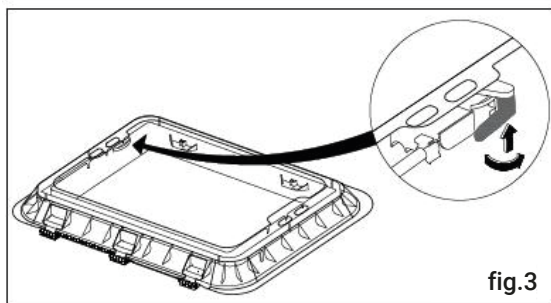

fig.3
1. Appuyez sur le bouton de la poignée et tournez-la de 90° (voir Figure 3).